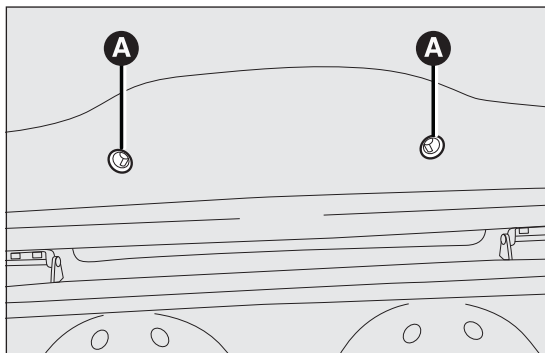

fig. 135
- enlever les deux bouchons de protection et dévisser les deux vis de fixation A fig. 135 ;